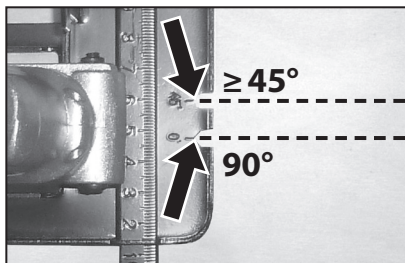

Abb. 8
4. Halten Sie die Säge fest und führen Sie sie langsam zu der gezeichneten Linie mit der Kerbe 0° zum winkligen Schnitt (Abb.1, Position 8) und Kerbe 45° (Abb.1, Position 7) für einen Schrägschnitt (siehe Abb.8).